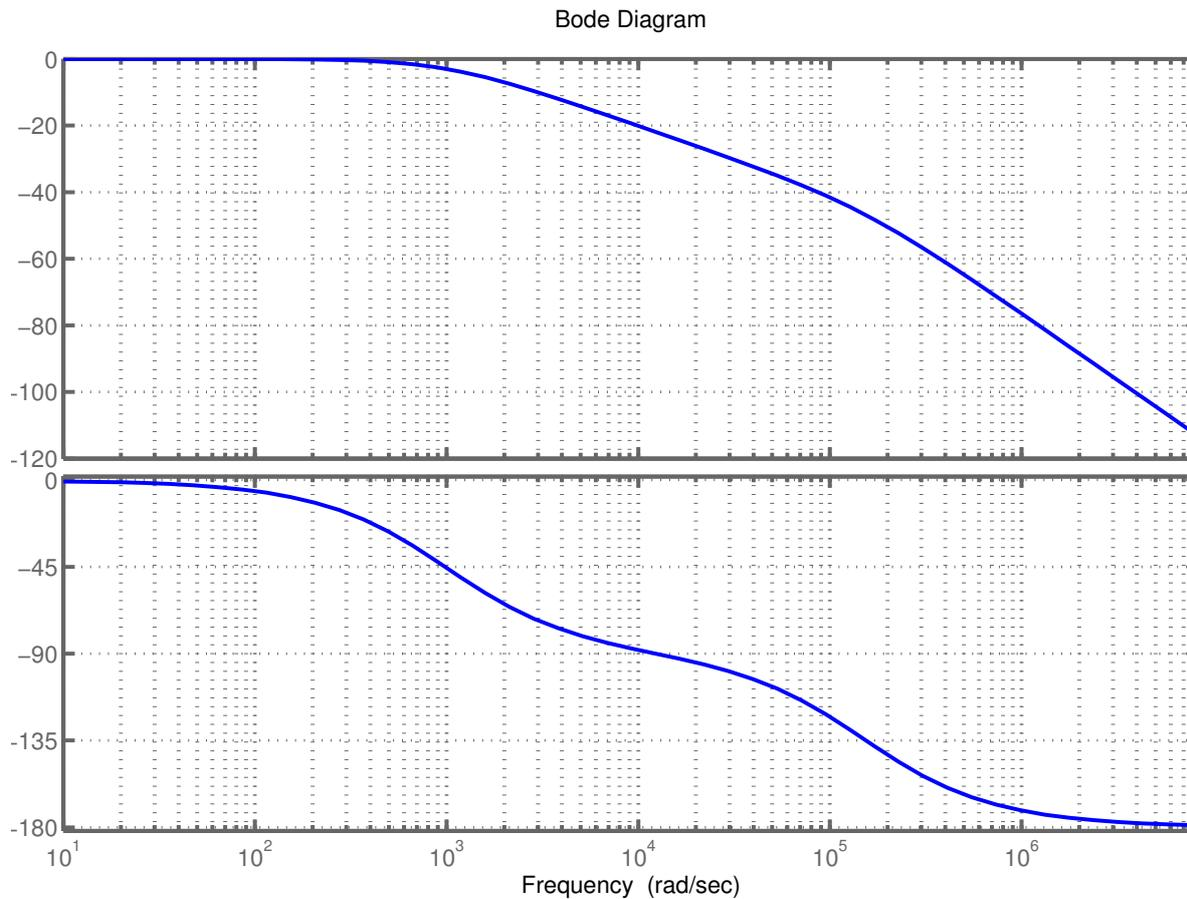

Abbildung 15: Schaltungserweiterung
- a) Wie muß die Schaltung aus Aufgabe D.1 mit der Spule  $L_1 = 66mH$  erweitert werden, um den in Abbildung 15 gezeigten Frequenzgang zu erhalten, wenn die Ausgangsspannung  $U_a$ , soweit nicht anders angegeben über dem Kondensator  $U_a = U_c$  abgegriffen wird?